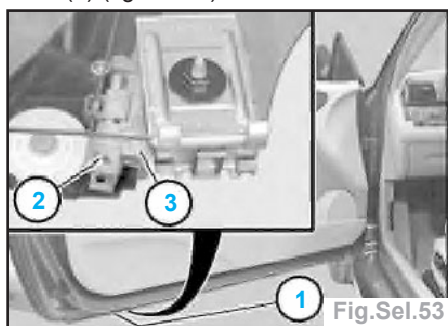

Fig.Sel.53
- Le parallélisme se règle uniquement par le trou (1) de la porte avant sur le patin AR (3) (fig.Sel.53).